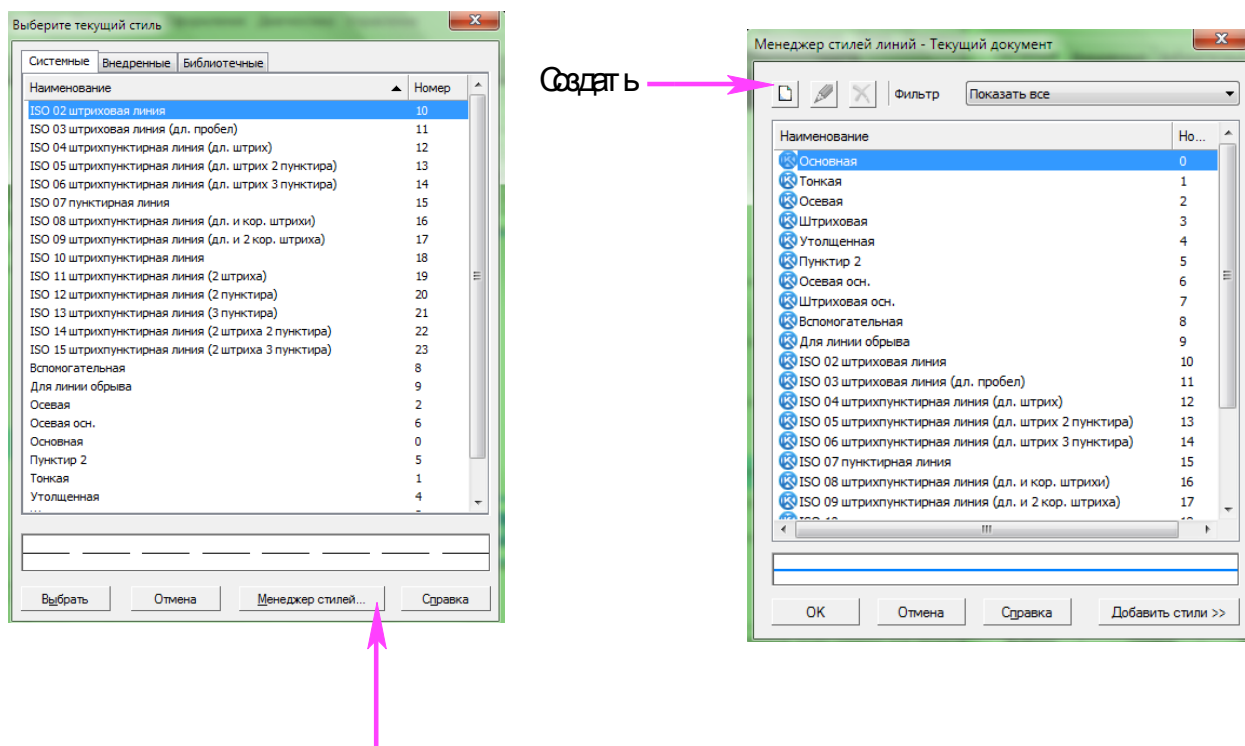

Рисунок 3
- 5) В появившемся на экране Менеджере стилей линий нажмите кнопку **Создать**, которая находится в верхнем левом углу окна. (рисунок 3)